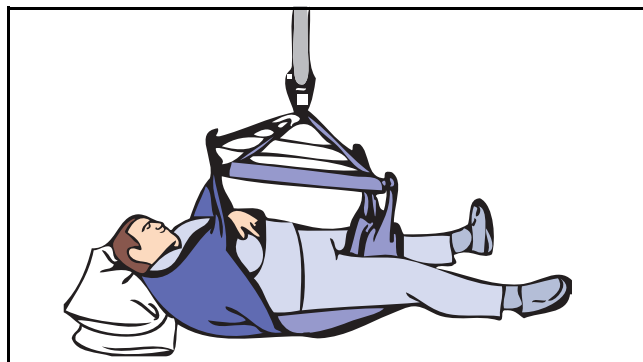

Fig. 28
- 4) Når alle stropper er korrekt fastgjort, løftes plejemodtageren fra gulvet i halvt liggende stilling (se Fig. 28).